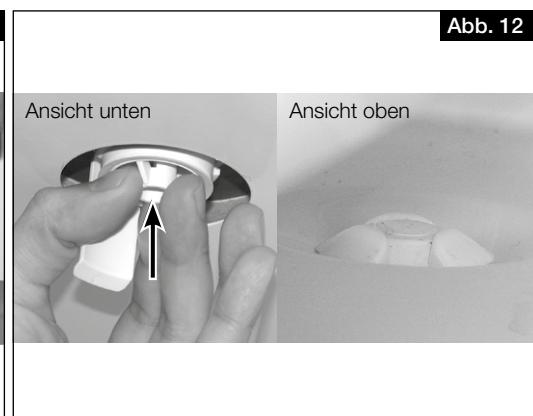

Abb. 12
2. Befestigungsstück von unten in die Öffnung der Bodenwanne stecken, bis die Krallen an der Kante der Bodenplatte einrasten (s. Abb. 12).